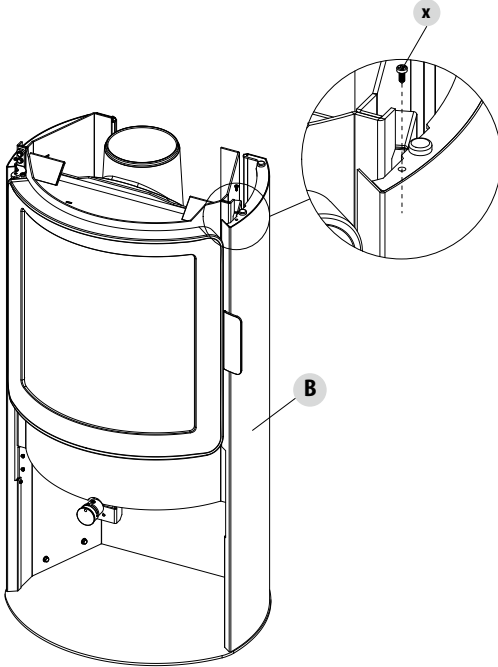

ABB. 5 - SEITLICHE PLATTE - OBERE SCHRAUBE "X"
- Die obere Schraube "x" entfernen (Abb.5)